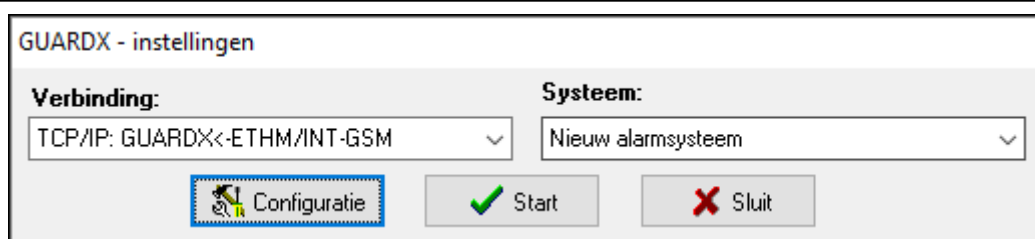

Fig. 20. GUARDX programma: opstartscherm.
In het GUARDX programma opstartscherm (Fig. 20), klikt u op de "Configuratie" knop.
1. In het opstartscherm (Fig. 20), "Verbinding" veld, selecteer "TCP/IP: GUARDX<-ETHM/INT-GSM" en klik dan op de "Start" knop. Hierdoor wordt een venster weergegeven met informatie dat het programma wacht op verbinding.
1. In het opstartscherm (Fig. 20), "Verbinding" veld, selecteer "TCP/IP: SATEL server" en klik de "Start" knop.